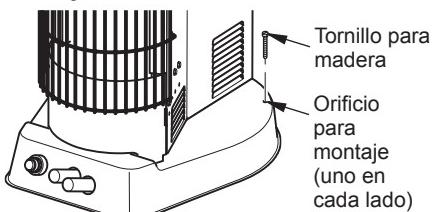

Figura 11. Montaje del calentador al piso
- Coloque el calentador sobre los orificios. Asegure la base al suelo con tornillos para madera. Consulte la figura 11.